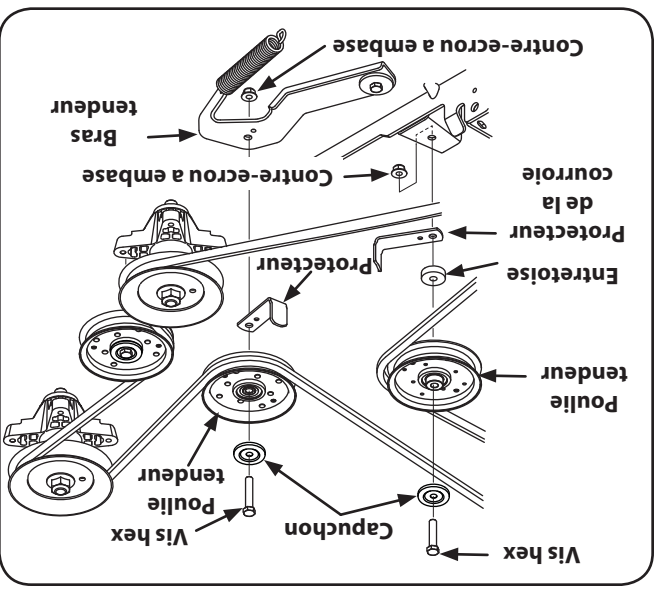

Figure 7-12
- Faites passer la courroie comme la Figure 7-12 le montre, bride pour bien maintenir l'ensemble. Voir la Figure 7-12.
- Démontez les deux poulies de tension en enlevant les vis hex. et les contre-écrous à bride qui les maintiennent sur le plateau de coupe et le bras de tension. Voir la Figure 7-12.